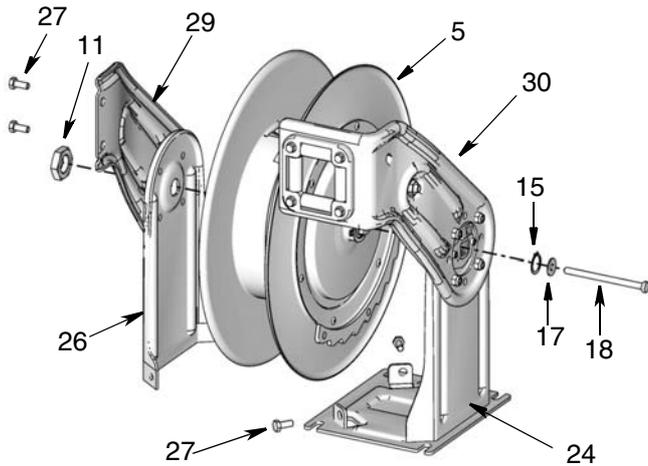
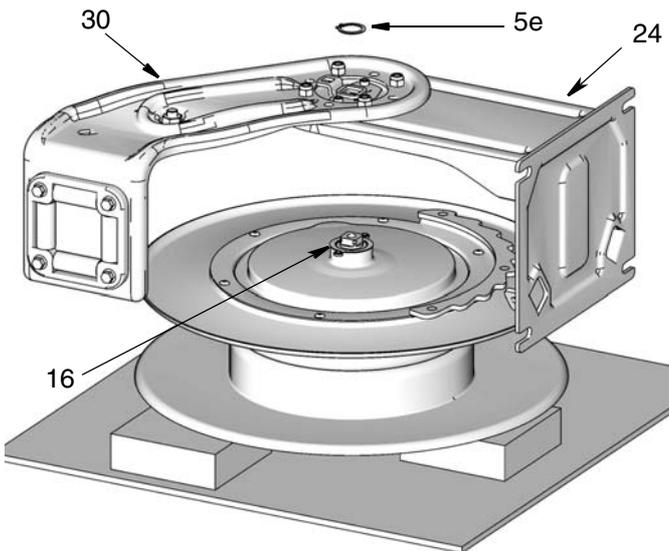

FIG. 16
FIG. 17
- Saque la tuerca grande (11) (FIG. 16).
- Quite los dos tornillos (27) que sujetan el pedestal (26) a la base (24) y los dos tornillos (27) que sujetan el brazo guía (29) al brazo guía (30) (FIG. 16).
- Retire completamente el conjunto de brazo guía y pedestal (26/29) y apártelo para reinstalarlo en el carrete nuevo (FIG. 16). Estas piezas no tienen que ser desarmadas.
- Ponga el carrete de manguera sobre su lado para poder acceder fácilmente al brazo guía y al pedestal (24/30). Quite el perno largo (18) y las arandelas (15/17) (FIG. 16 y FIG. 17).
- Retire el anillo elástico (5e) (FIG. 17).
- Coloque el carrete nuevo (5) sobre su lado en un banco de trabajo. Asegúrese de que la parte plana del carrete apunta hacia abajo sobre la mesa y que el lado del trinquete está hacia arriba, como se muestra en la FIG. 17.
**NOTA:** Es más fácil volver a conectar el conjunto del brazo guía y pedestal al carrete si éste está apoyado y algo nivelado. Ayudará colocar un par de bloques de madera de 2,5 cm (1") de grosor debajo del carrete como se muestra en la FIG. 17 (página 22) para soportar el carrete durante la instalación del brazo.
- Instale las arandelas (15/17) y el perno largo (18), pero NO apriete el perno.
19. Monte la tuerca grande (11) (FIG. 16, página 22). Apriete la tuerca a un par de 85-105 ft. lbs (378 - 467 N.m).
20. Apriete el perno (18).
21. Alinee el brazo guía (29) y el brazo guía (30). Monte los tornillos (27). Apriete los tornillos a un par de 20-30 ft. lbs (89 - 133 N.m)
22. Alinee el conjunto del pedestal (26) con la base (24). Monte 2 tornillos (27). Apriete los tornillos a un par de 20-30 ft. lbs (89 - 133 N.m)